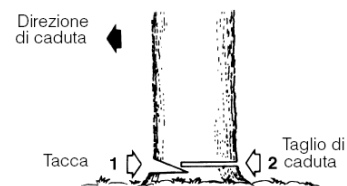

Fig.13
4. Tagliate l'albero sull'altro lato in una posizione leggermente al di sopra del fondo della tacca (Fig.13)